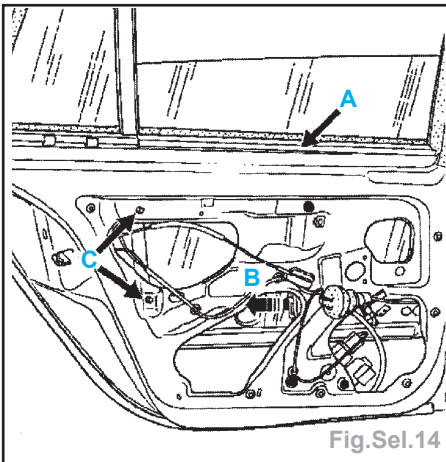
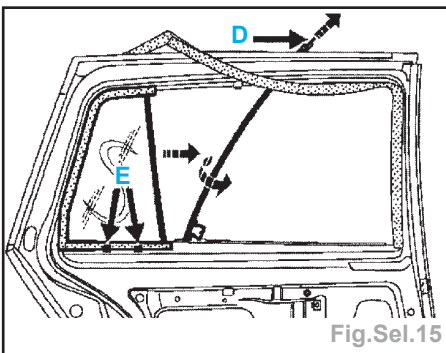

Fig.Sel.14
Fig.Sel.15
- de fixation de vitre (B) (Fig.Sel.14).
- les deux vis de fixation inférieures du montant fixe (C),
- la vis de fixation supérieure du montant fixe (D) (étoile T de 20), faire tourner celui-ci (1/4 de tour) pour l'extraire du caisson de porte (Fig.Sel.15).